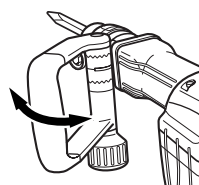
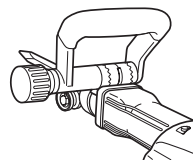
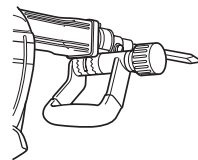

Fig. 5
Fig. 6
Fig. 7
- (2) Régler la poignée à une position facilitant le fonctionnement vertical (de haut en bas), comme indiqué à la Fig. 5, la Fig. 6 et la Fig. 7.
- (3) Tourner la saisie dans le sens de B et fixer la poignée.